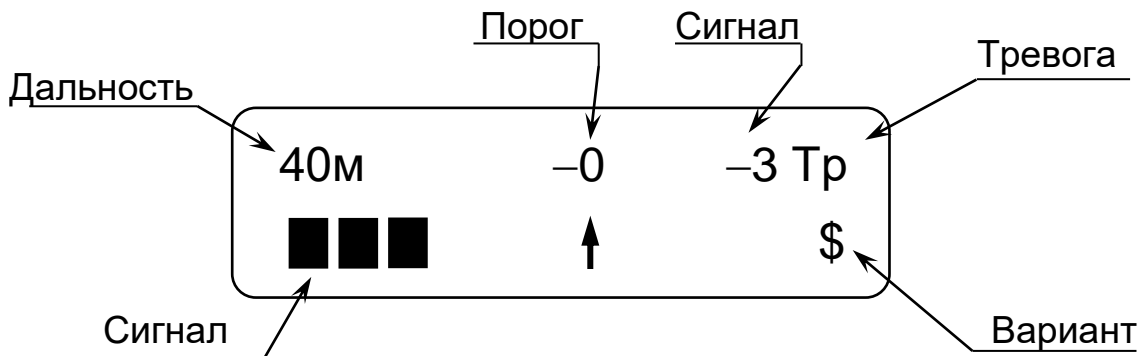

Рисунок 2
Индикация напряжения питания производится после перевода ПК в режим индикации одновременно с индикацией надписи «ОП-40». Если напряжение питания 10,2 В и выше, после индикации в течение пяти секунд значения напряжения питания в вольтах ПК переходит в режим отображения остальных параметров (см. рисунок 2). Если напряжение питания ниже 10,2 В (пониженное) ПК вместо представленных на рисунке 2 параметров индицирует значение напряжения питания в виде мигающих символов.
Индикация помехи (значок – «!!» на месте значка «Тр» см. рисунок 2) дублирует световую индикацию в КР извещателя.
Индикация неисправности (значок – «Ав» на месте значка «Тр» см. рисунок 2) дублирует извещение сформированное извещателем. При включенном зуммере ПК звучит звуковой сигнал.
- *Режим установки порога («ПОРОГ»)* имеет тринадцать вариантов значений порога сопровождаемых сообщениями: «-6дБ», «-5дБ», «-4дБ», «-3дБ», «-2дБ», «-1дБ», «-0дБ», «+1дБ», «+2дБ», «+3дБ», «+4дБ», «+5дБ», «+6дБ». В режиме корректировки порога изменение уровня порога производится с одновременным контролем уровня сигнала и тревог (см. рисунок 2).